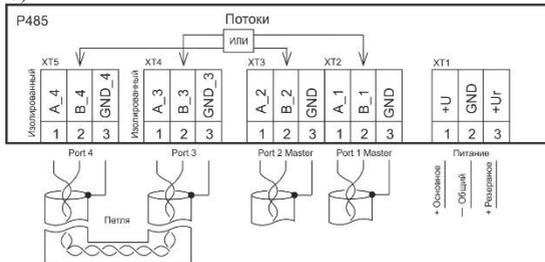

Рис. 4. Режим работы «Двойной канал»
5.2 Режим работы «Двойной канал» (см. рисунок 4)
В режиме «Двойной канал» P485 ретранслирует получаемую информацию с мастер-порта «1» на порт «3» либо с мастер-порта «2» на порт «4» в зависимости от наличия в момент передачи информации на каналах «1», «2». В обратном направлении ретрансляция идёт от порта «3», на порт «1», от порта «4» на порт «2». Между портами «1» и «2», а также между портами «3» и «4» информация не передается (см. рисунок 4). Для защиты петли от короткого замыкания рекомендуется включать в её состав другие P485, функционирующие в режиме «магистраль».